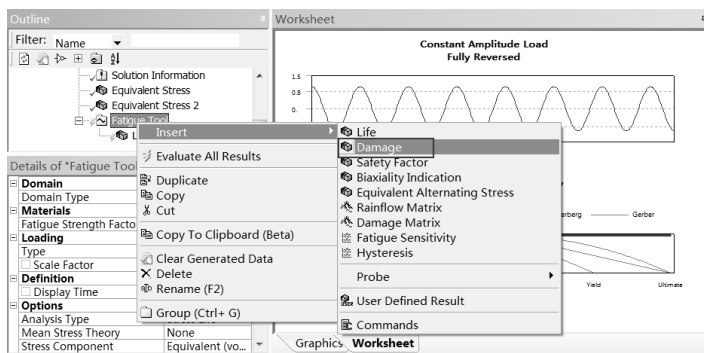

图 16-30 插入破坏 Damage
Step4 : Fatigue Tool 项目上右击，在弹出菜单中依次选择 Insert Damage，如图 16-30 所示。